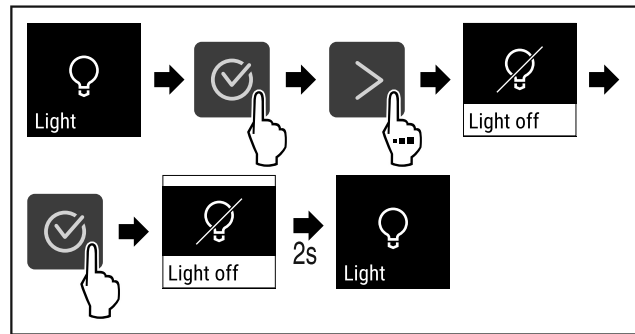

Fig. 85
- ▶ Изпълнете стъпките (виж Fig. 85) .